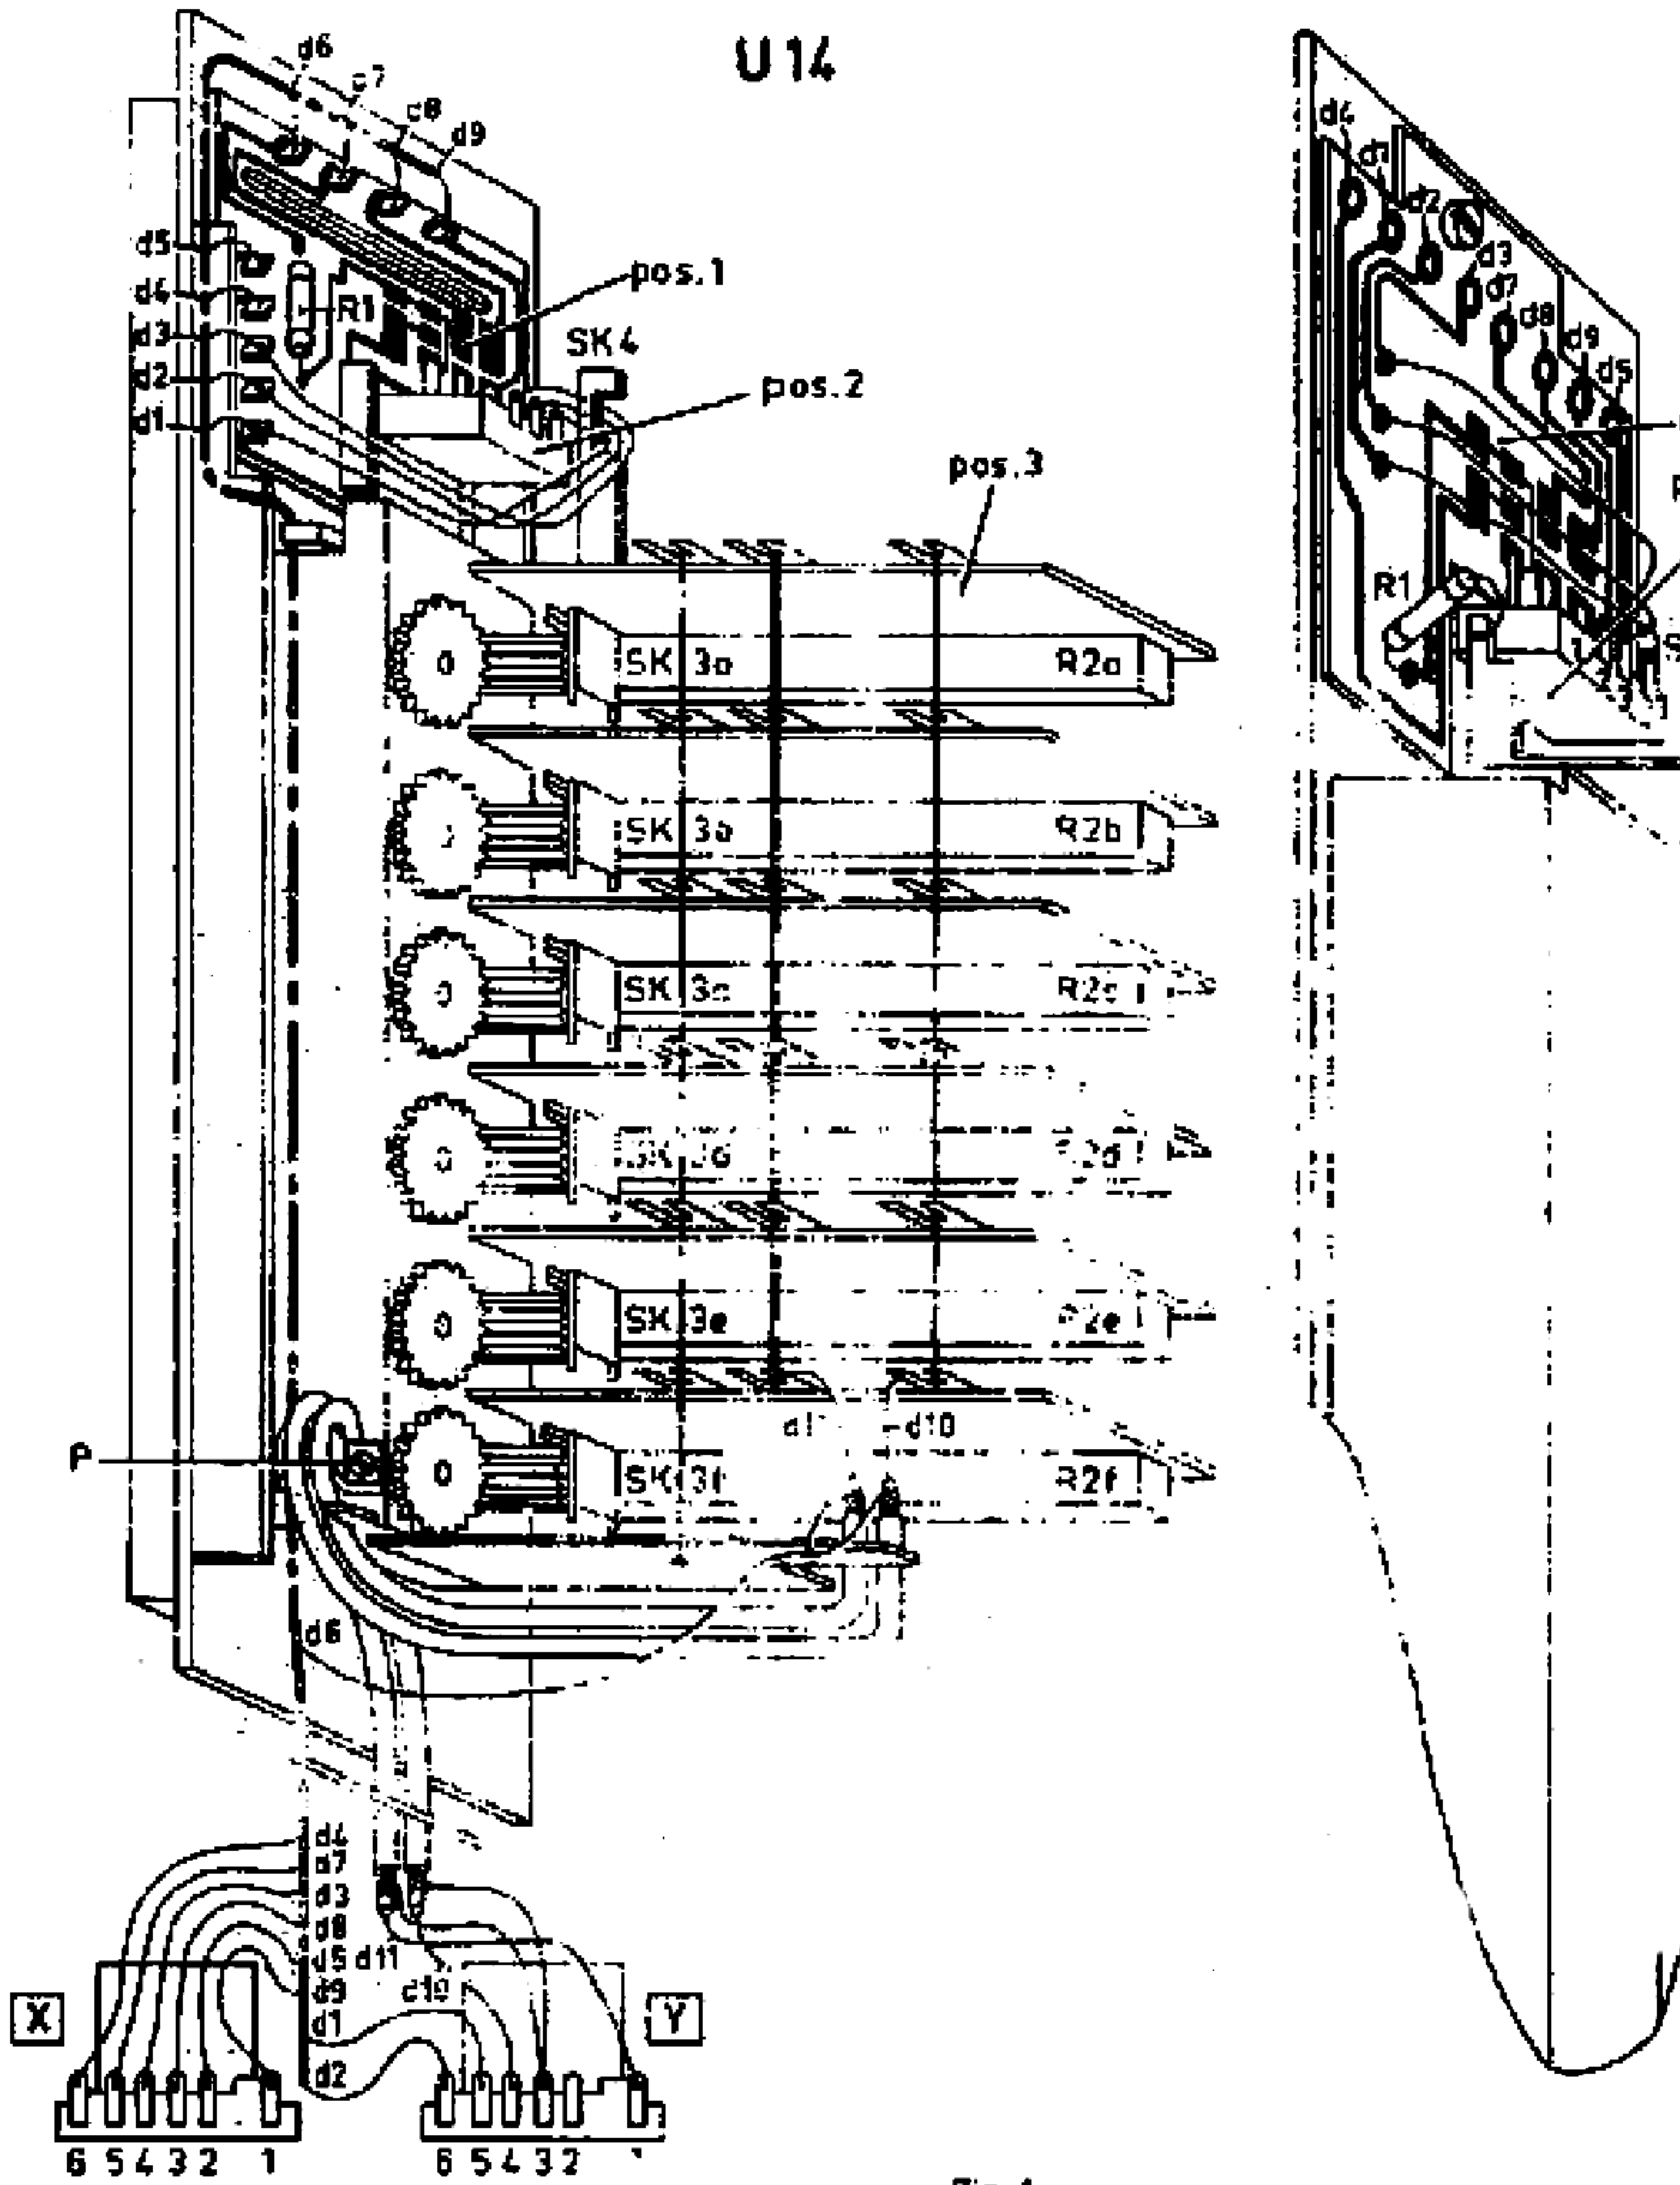

Fig. 1
De drukknopseenheden 4822 276 60088 ( 4822 276 60089) en 4822 276 60092, die worden toegepast in bovenstaand chassis, zijn gewijzigd. In fig. 1 is de oude- en in fig. 2 de nieuwe uitvoering getekend.
- Verwijder schroef P (zie fig. 1) en de kabelklem.
The push-button units 4822 276 60088 ( 4822 276 60089) and 4822 276 60092, which are used in the above-mentioned chassis, have been modified. Figs. 1 and 2 show the old and the new version respectively.
- Remove screw P and the cable clamp (see Fig. 1).